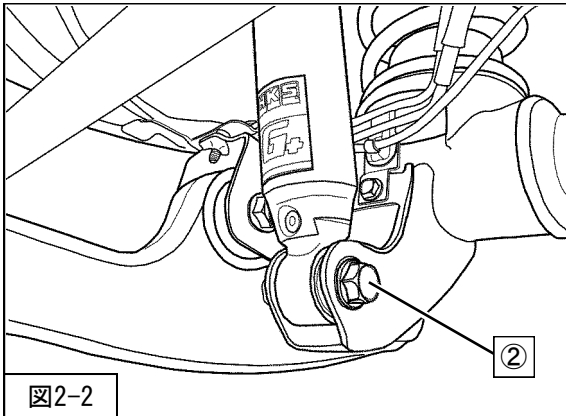

図2-2
3. ②フロントショックアブソーバASSYロア取付ボルト・ナットを仮締めして、フロントショックアブソーバASSYを車両に取付けてください。（図2-2）
②フロントショックアブソーバASSYロア取付ボルト・ナット（締付トルク：60N・m）
⑨フランジナット（締付トルク：35N・m）を本締めしてください。（図2-2・2-3）